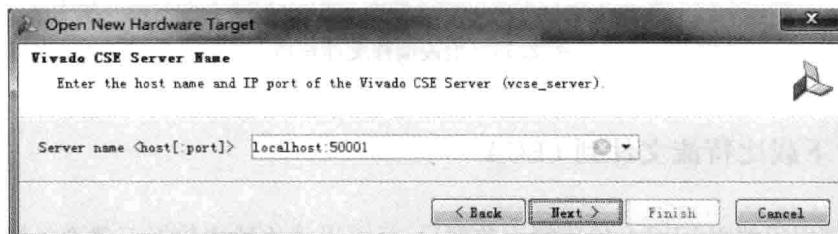

图 2.58 输入端口号界面
- (3) 出现 Open New Hardware Target(打开新硬件目标)对话框界面。
- (4) 单击 Next 按钮。
- (5) 如图 2.58 所示, 出现 Open New Hardware Target(打开新硬件目标)-Vivado CSE Server Name(Vivado CSE 服务器名字)对话框界面。